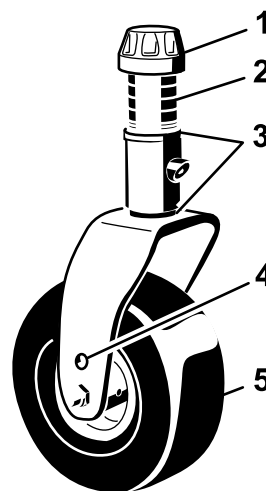

Figura 6
2. Coloque os eixos da roda giratória nos mesmos orifícios, em ambas as forquilhas da roda giratória. Consulte Figura 6 para determinar os orifícios corretos para a configuração.
3. Retire a tampa de tensionamento do eixo roscado e desloque o fuso (Figura 6) para fora do braço da roda giratória. Coloque os dois calços (3 mm) no eixo, tal como se encontravam originalmente. Estes calços são necessários para atingir a mesma altura ao longo de toda a largura das unidades de corte. Desloque um número apropriado de cunhas de 13 mm para o eixo para obter a altura de corte desejada; em seguida, desloque a anilha para o eixo.